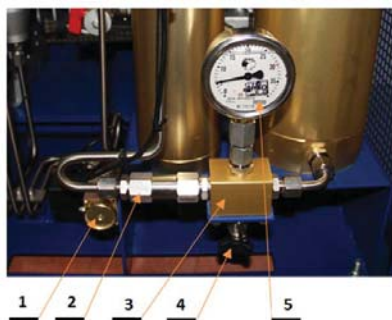

Рисунок 8
- обратный клапан 2 (рисунок 8);
- манометры 11(рисунок 1) и 5 (рисунок 8).
Устройство автоматического отключения компрессора при достижении конечного давления 1 (рисунок 8) представляет собой реле давления.
Обратный клапан 2 (рисунок 8) предназначен для предотвращения утечки уже отфильтрованного воздуха из фильтра тонкой очистки.
Клапан сброса давления 4 (рисунок 8) из фильтра тонкой очистки воздуха предназначен для сброса давления из корпуса фильтра тонкой очистки при проведении технического обслуживания компрессора, а также при замене фильтра-картриджа.